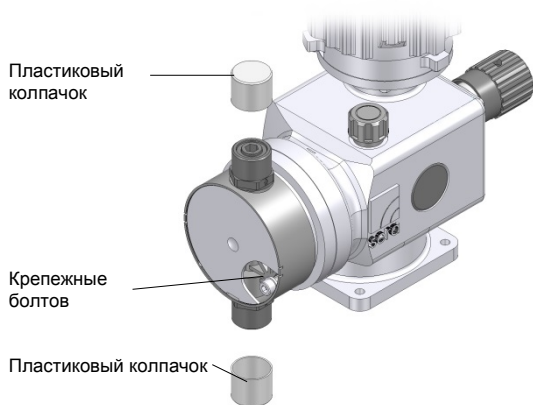

Рис. 26 Мембранный насос с пластиковыми колпачками
- Перед подсоединением линии снять пластмассовые колпачки с всасывающих и нагнетательных патрубков насоса (см. рис. 26).